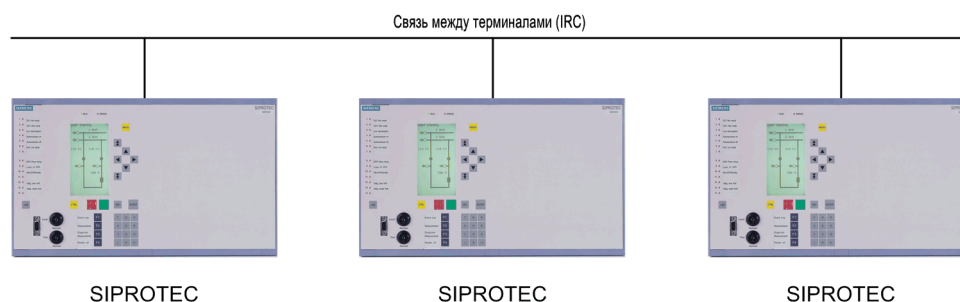

Рисунок 2-27 Система оперативной блокировки в распределительном устройстве с 6MD66 и шиной данных передачи между терминалами IRC
- Связь между терминалами IRC (см. Раздел 2.12) также может использоваться для обмена информацией системной блокировки напрямую между устройствами. Узлами IRC могут быть только контроллеры SIPROTEC 6MD66x. Для IRC предусматривается выделенный порт связи (см. Рисунок 2-27).